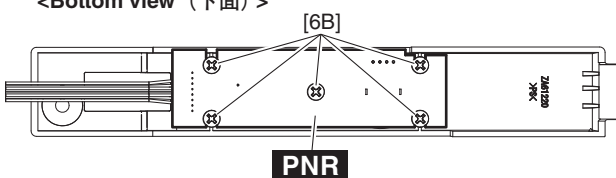

Fig. 8 (図8)
- 12-6 Remove the knob GAIN from the key block assembly R. (Fig. 8)
- 12-7 Remove the five (5) screws marked [6B]. The PNR circuit board can then be removed. (Fig. 8)
- 12-5 拍子木 Ass'y (R) を外します。(9項参照)
- 12-6 拍子木 Ass'y (R) からノブ GAIN を外します。(図8)
- 12-7 [6B]のネジ5本を外して、PNRシートを外します。(図8)